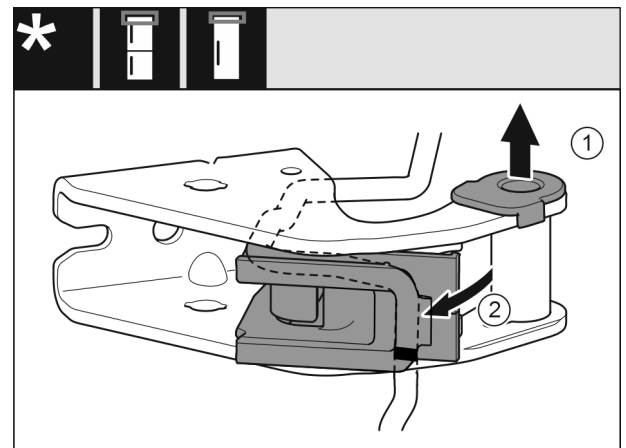

Fig. 17
- ▶ Dra lagerhysan ur styrningen. Fig. 17 (1)
- ▶ Sväng ut kabelhållaren. Fig. 17 (2)